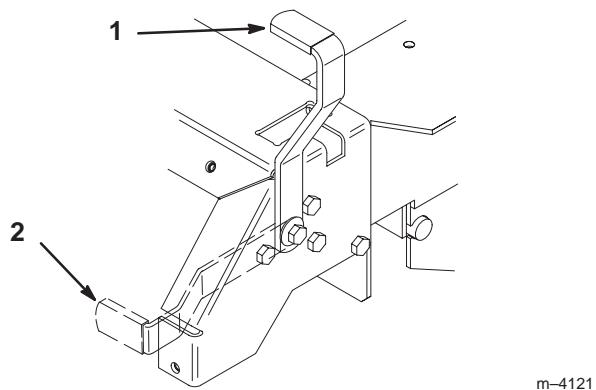

Figure 2
2. Tirer le levier de frein de stationnement vers l'arrière et vers le haut pour serrer le frein (Fig. 2). Le levier doit rester solidement en position "serré".
1. Pousser le levier de frein de stationnement vers l'avant et le bas pour relâcher le frein (Fig. 2). Le frein de stationnement est alors "desserré".